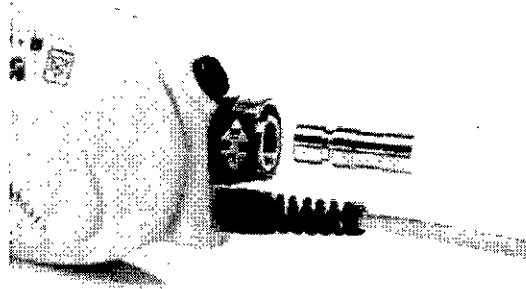

Figura 38 Acoplamiento del conductor percutáneo a la Miniconsola del sistema
b. Alinee la marca en el conector del conductor percutáneo con la marca en el encaje de la Miniconsola del sistema e inserte a fondo el conector en el encaje hasta que se fije en el lugar haciendo clic (**Figura 38**). Examine la conexión tirando suavemente del extremo metálico del conductor percutáneo.